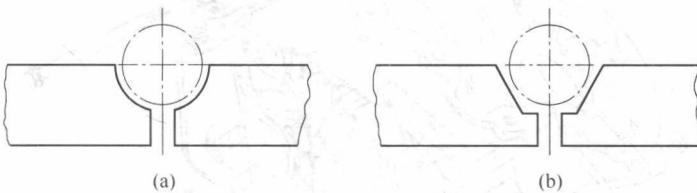

图 1-15 气环的切口形状
(5)二行程发动机一般只有两道气环(XF250有三道气环,迅达K80只有一道气环),没有油环。为防止气环作周向运动,将环的切口制成半圆形缺口或半梯形缺口,同时使活塞环定位销处在气环的上侧,如图1-15所示。